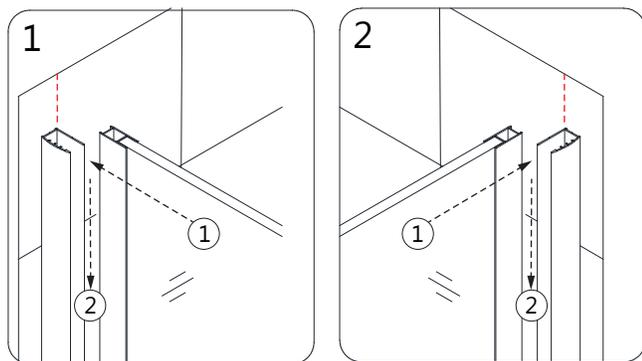

Fig 4a
4. Assurez-vous que **Panneau Vitré (N° 03)** et les **Profils Pour Vitre (N° 01)** ont eu le temps de saisir avant de les manipuler. Insérez chaque **Panneau Vitré (N° 03)** et **Profilé Pour Vitre (N° 01)** assemblés dans les **Profils Muraux installés (N° 03)** et vérifiez l'aplomb des panneaux. Si nécessaire, vous pouvez effectuer des ajustement en déplaçant les **Profils Pour Vitre (N° 01)** à l'intérieur les **Profils Muraux (N° 03)**. Soyez vigilants, ne tirez pas le **Panneau Vitré (N° 03)** hors des **Profils pour Vitre (N° 01)**. (Fig. 4a et 4b)